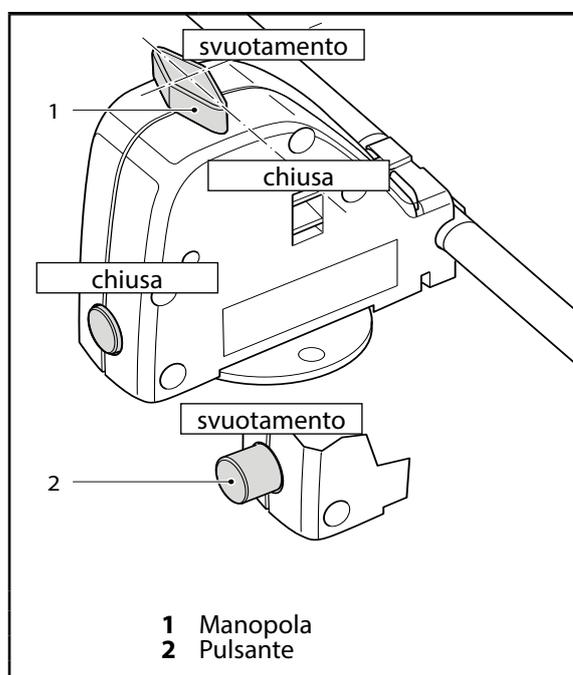

Fig. 44 Valvola di sicurezza/di scarico automatica, boiler
3. Girare la manopola (Fig. 44, Pos. 1) dalla posizione „CHIUSO“ di 90° fino all'innesto in posizione „SVUOTA“. Il pulsante (Fig. 44, Pos. 2) salta fuori, posizione „SVUOTA“.